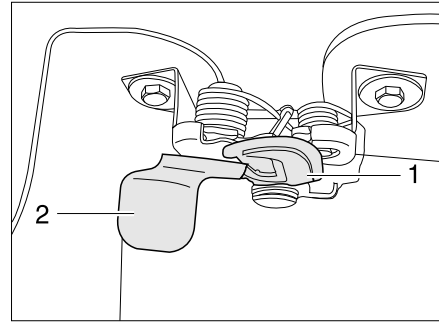

Bild 25 Entriegelungshebel Motorhaube außen
- Mit einer Hand unter die Motorhaube greifen und den Sicherungshaken (Bild 25,1) betätigen. Dazu hinter die Platte (Bild 25,2) greifen und die Platte nach vorn ziehen.